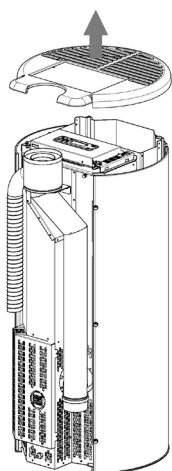

Fig. 71 - Verwijdering top
- Verwijder het gietijzeren deksel (zie **Fig. 71**).